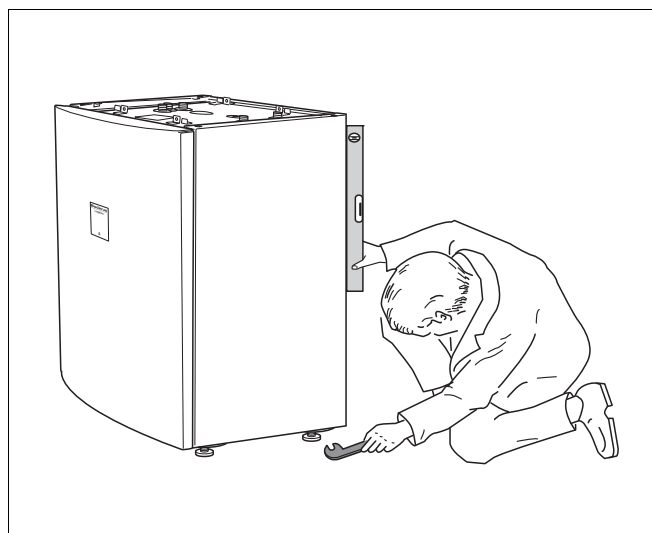

Abb. 8 Fußschrauben justieren (Prinzipabbildung) mit Hilfe einer Wasserwaage
- Warmwasserspeicher senkrecht ausrichten, indem Sie die Fußschrauben justieren (Abb. 8).